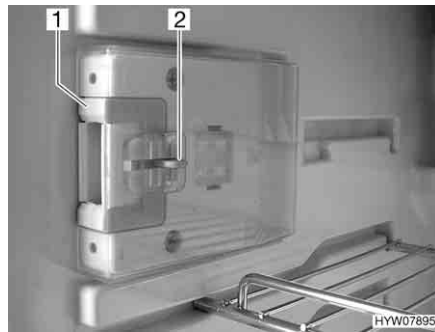
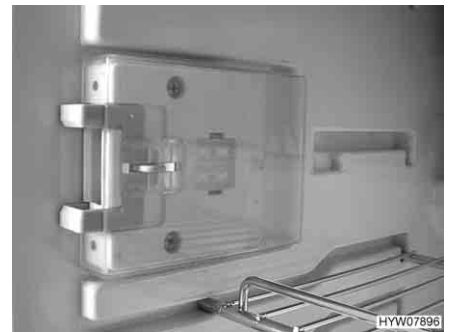

Bild 142 Låsanordning i normalläge
Bild 143 Låsanordning i ventilationsläge
- Tryck in frigöringen (Bild 142,2).
- Skjut låsanordningen (Bild 142,1) framåt (Bild 143).